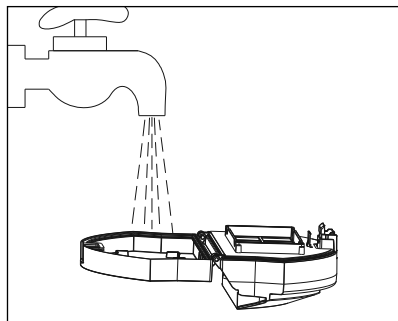

Fig. 12
- 6) Rengør støvbeholderen **16** og sigtefilteret med koldt eller lunkent vand (se fig. 12). Lad støvbeholderen **16** og sigtefilteret lufttørre helt, før du sætter støvbeholderen **16** ind i produktet igen.